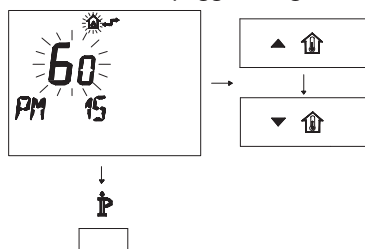

Figura 5.42
- Modificare il SET programmato agendo sui pulsanti o fino a visualizzare un set di 60, aspettare che il numero programmato cominci a lampeggiare (Figura 5.42).